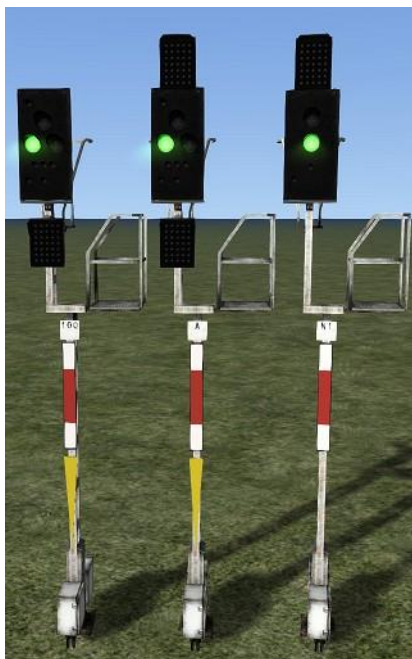

Bild 2.1
- Bild 2.1: Das Ausfahrtsignal N1 zeigt KS1 mit Fahrt nach Gleis 3